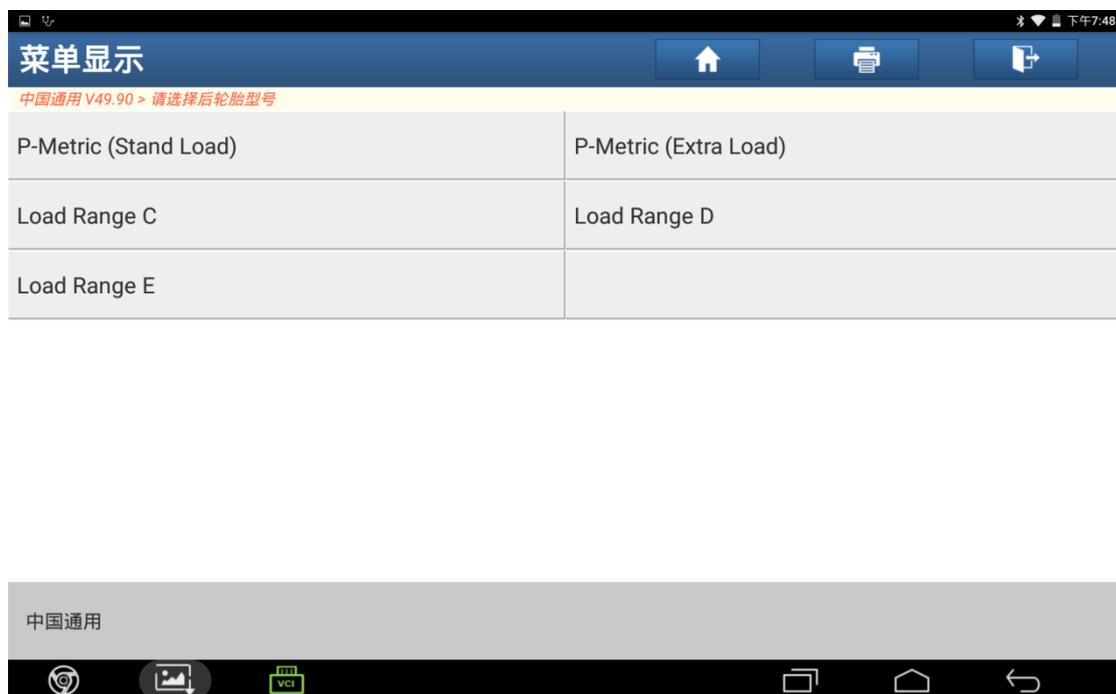

图 39
39). 点击“选择后负载范围”，显示 5 个选项，根据维修手册选择车辆对应前负载范围，如图 39；